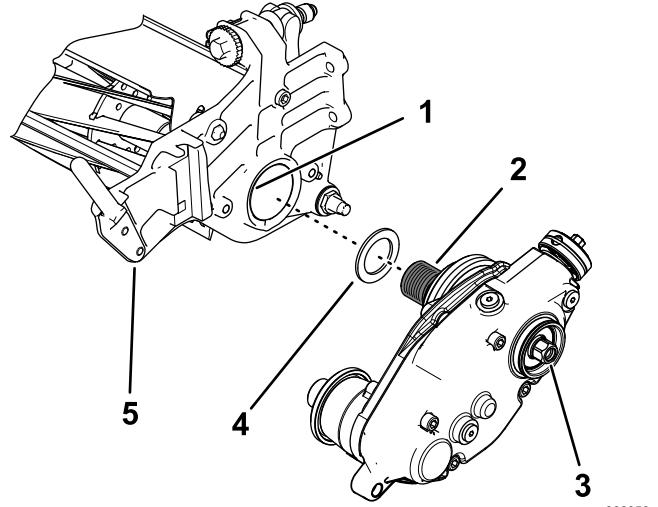

Figura 7
2. Montate la rondella spessore sulle filettature dell'adattatore del cilindro (Figura 7).
4. Fissate la scatola di trasmissione del groomer sull'albero del cilindro (Figura 7).
- Mentre il cilindro è fermato, serrate la testa esagonale dell'albero della scatola ingranaggi tra 135 e 150 N·m; fate riferimento a Figura 7.